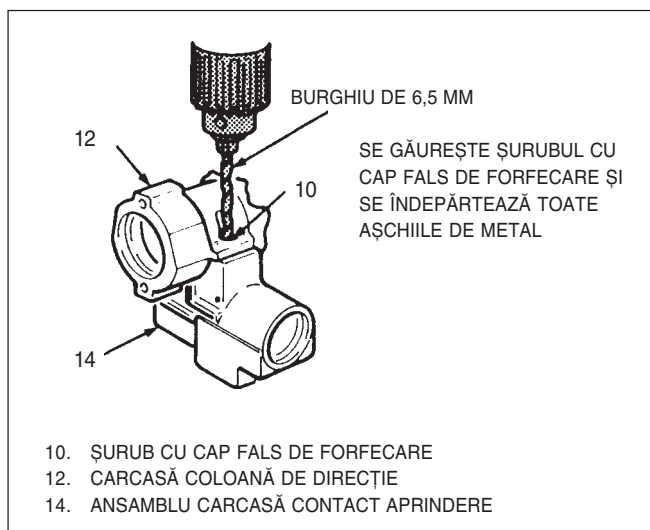

Fig. 14 Demontare șurub cu cap fals de forfecare
- 6) Ansamblul carcasă comutator semnalizare direcție (7).
- 7) Se apasă bucșa de fixare arc (4) și se comprimă arcul (5) al rulmentului superior.
- 8) Siguranța inelară (3), bucșa de fixare arc (4), arcul (5) al rulmentului superior, scaunul (8) al cămașii interioare și cămașa interioară (9).
- 10) Se introduce o șurubelniță cu cap cruce în orificiul de formă pătrată din bucșa (18) de fixare arc, se apasă și se rotește spre stînga pentru a elibera bucșa (18) și arcul (17) al volanului.
- 11) Bucșa (18) de fixare arc și arcul reglabil (17).
- 12) Cele două bolturi pivotante (13).
- 14) Se trage de maneta de reglare pentru a elibera carcasa (12) a coloanei și se scoate aceasta din suportul (26) al carcasei.
- 15) Șuruburile cu cap fals de forfecare (10), șaibele lor (11) și carcasa (14) a contactului de aprindere din carcasa (12) a coloanei, după cum urmează:
- Se găuresc capetele șuruburilor cu cap fals de forfecare (10) mai adînc față de șaibele (11) cu un burghiu de 6,5 mm (Vezi Fig 14).
- Se separă șaibele (11) și carcasa (14) de carcasa (12) coloanei.
- Se scot capetele filetate ale șuruburilor cu cap fals de forfecare (10) din carcasa (14) cu un clește cu blocare.